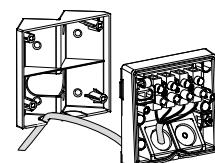
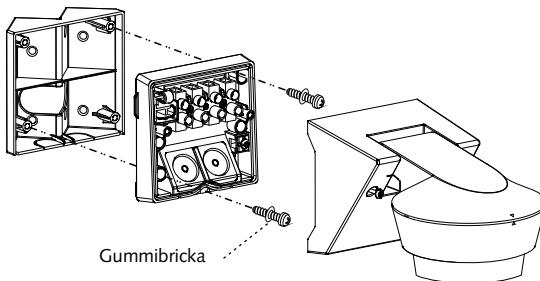

Bild 14-C
Bild 16
2. Bryt de önskade skruvuttagen (bild 14-A). Montera sedan monteringsfästet på skruvuttagen med träskruvarna (bild 15-A & bild 15-B) och fixera bottenkåpan på monteringsfästet (bild 16). Se bild 5-7 för att ansluta nätkablarna, fixera detektorhuvudet mot undersidan och justera detektorhuvudet för att hamna i rätt läge.